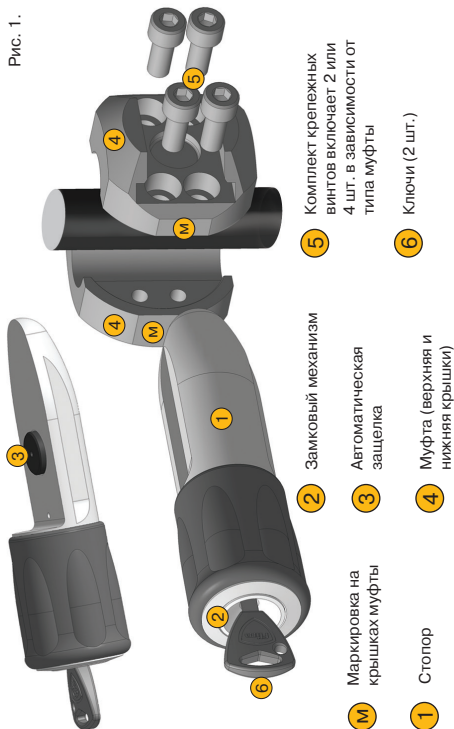

Рис. 1.
1.2. Гарант Блок (рис.1) состоит из стопора (1), со встроенным дисковым механизмом (2), защелки (3) и муфты (4), состоящей из верхней и нижней крышек, соединенных при помощи винтов (5).
2.1. Противоугонный замок блокиратор рулевого вала, далее Гарант Блок (рис.1)